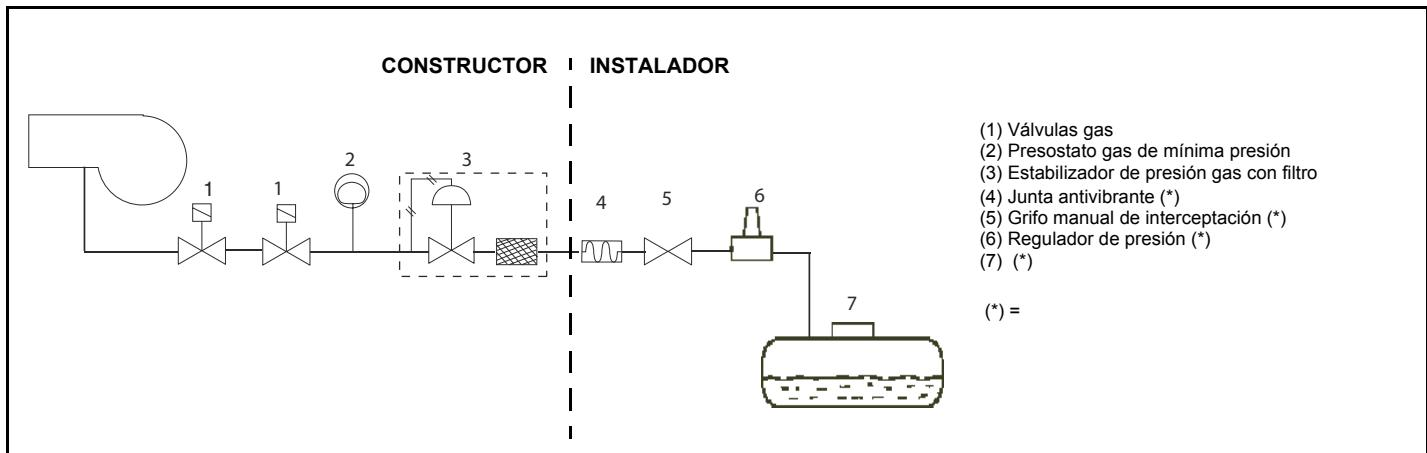

Fig. 4
**PELIGRO : la rotación no correcta del motor es un peligro para las personas ATENCIÓN: después de haber montado la rampa según el esquema indicado en Fig. 4, tiene que ser efectuada la prueba de estanqueidad del circuito gas, según las modalidades previstas por la normativa vigente.**